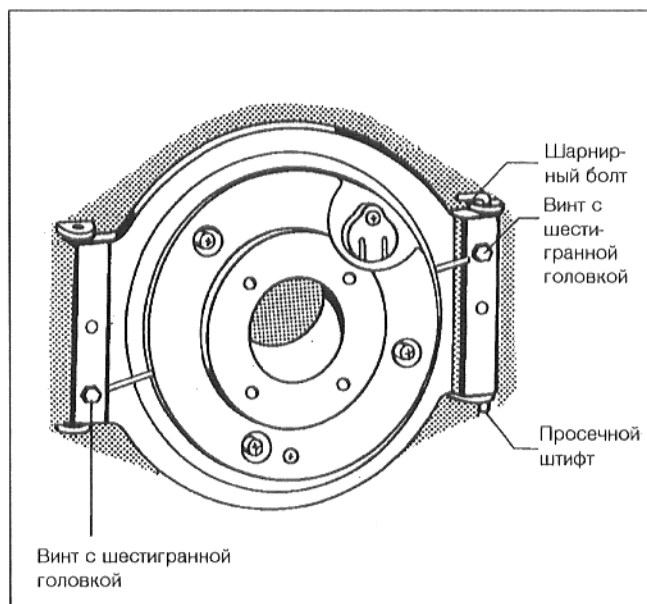

Рис. 5
- Открыть дверцу и вынуть шарнирные болты (Рис. 5).
- Переставить просечной штифт, расположенный внизу в дверце горелки, с правой стороны на левую (Рис. 5).
- Закрыть дверцу горелки и привинтить винтами с шестигранной головкой – момент затяжки: 10 – макс. 15 Нм (Рис. 5).